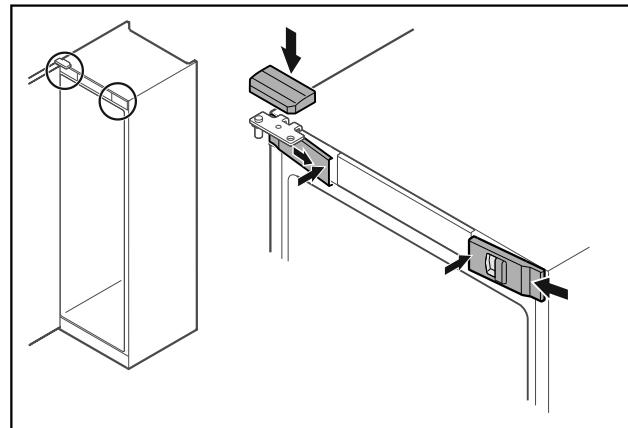

Fig. 49
- Bočno zakvačite prednje poklopce Fig. 49 (1) i uglavite ih iznutra.
- Uglavite gornji poklopac Fig. 49 (2) odozgo.